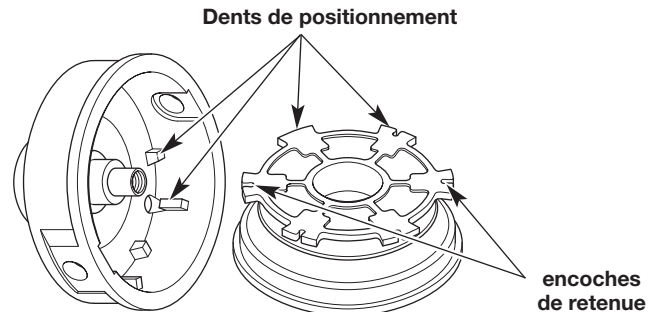

Fig. 15
6. Vérifiez l'état d'usure des dents de positionnement et des encoches de retenue (Fig. 15). Le cas échéant, enlevez les ébarbures ou remplacez l'enrouleur intérieur et la bobine extérieure.